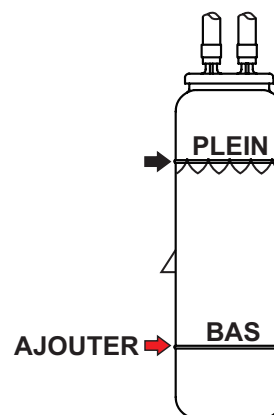

Figure 35. Réservoir de récupération
1. Vérifiez que le niveau du liquide de refroidissement dans le réservoir de récupération du liquide de refroidissement se situe entre les repères **PLEIN** et **FAIBLE**, comme indiqué sur la Figure 35.